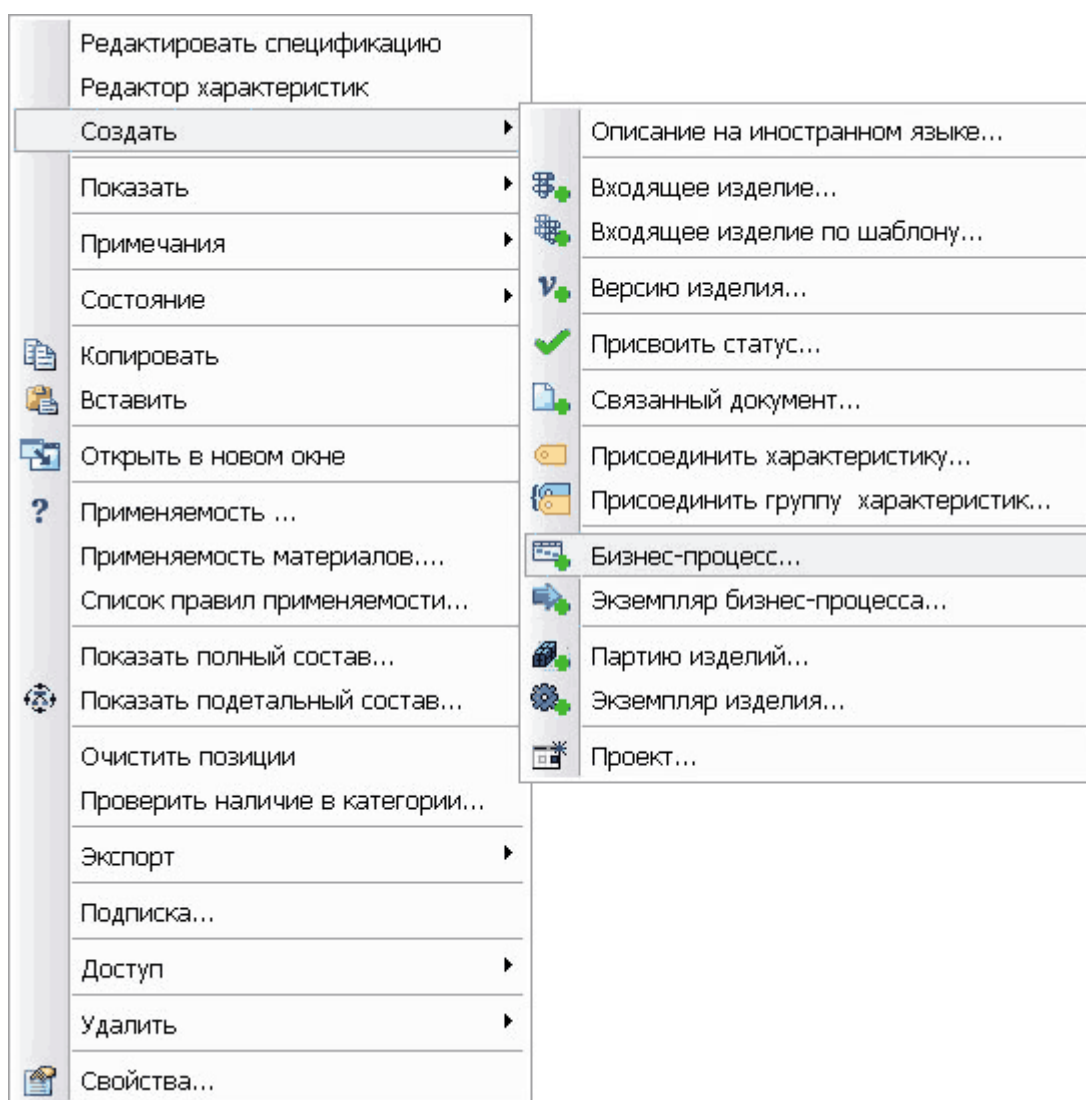

Рис. 171
2. В появившемся контекстном меню выберите пункт **Создать** → **Бизнес-процесс...** (Рис. 171).